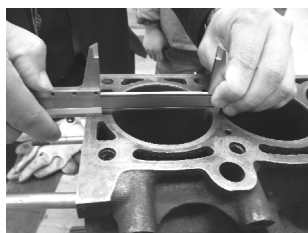

图 2-2 测量气缸直径
2) 用卡尺测量气缸口处的直径。测量时卡尺必须与气缸平面垂直, 当尺的两个内量爪贴近气缸壁时应作轻轻晃动, 以取得测量时的最大直径, 然后将卡尺的锁紧螺母锁紧后再读数, 如图 2-2 所示。